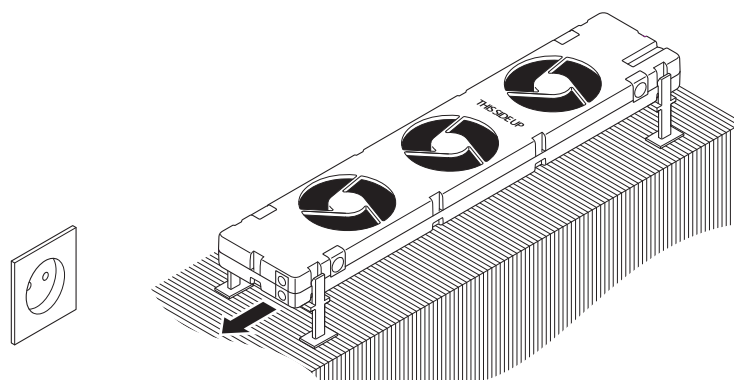

Abb. 9 - Position des **SpeedComfort** (B1) auf dem Konvektor.
2. Stellen Sie sicher, dass der **SpeedComfort** (B1) nach oben weist und dass die **Anschlussbuchsen** (b1, b2) in Richtung der Steckdose weisen (siehe Abb. 9).
3. Platzieren Sie den **SpeedComfort** (B1) oben auf den Konvektor und lassen Sie zwischen den Konvektorseiten und dem **SpeedComfort** (B1) Platz, um die Geräuscentwicklung zu reduzieren (siehe Abb. 9). Der SpeedComfort kann auch auf dem Boden unterhalb des Konvektors platziert werden, wenn der Platz dafür ausreicht.